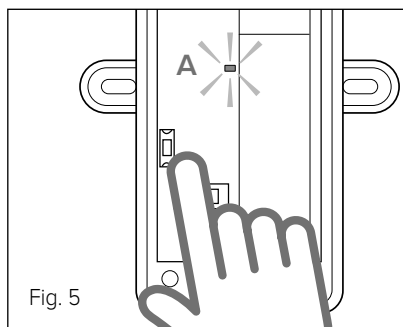

Fig. 5
- Premere il tasto sulla scheda della Sonda Esterna fino a quando il LED rosso A si accende per circa 2 secondi (fig. 5).